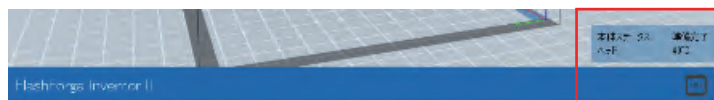

図7-11
③接続されると（図7-11）のようにソフト画面の右下で接続されたことが確認できます。